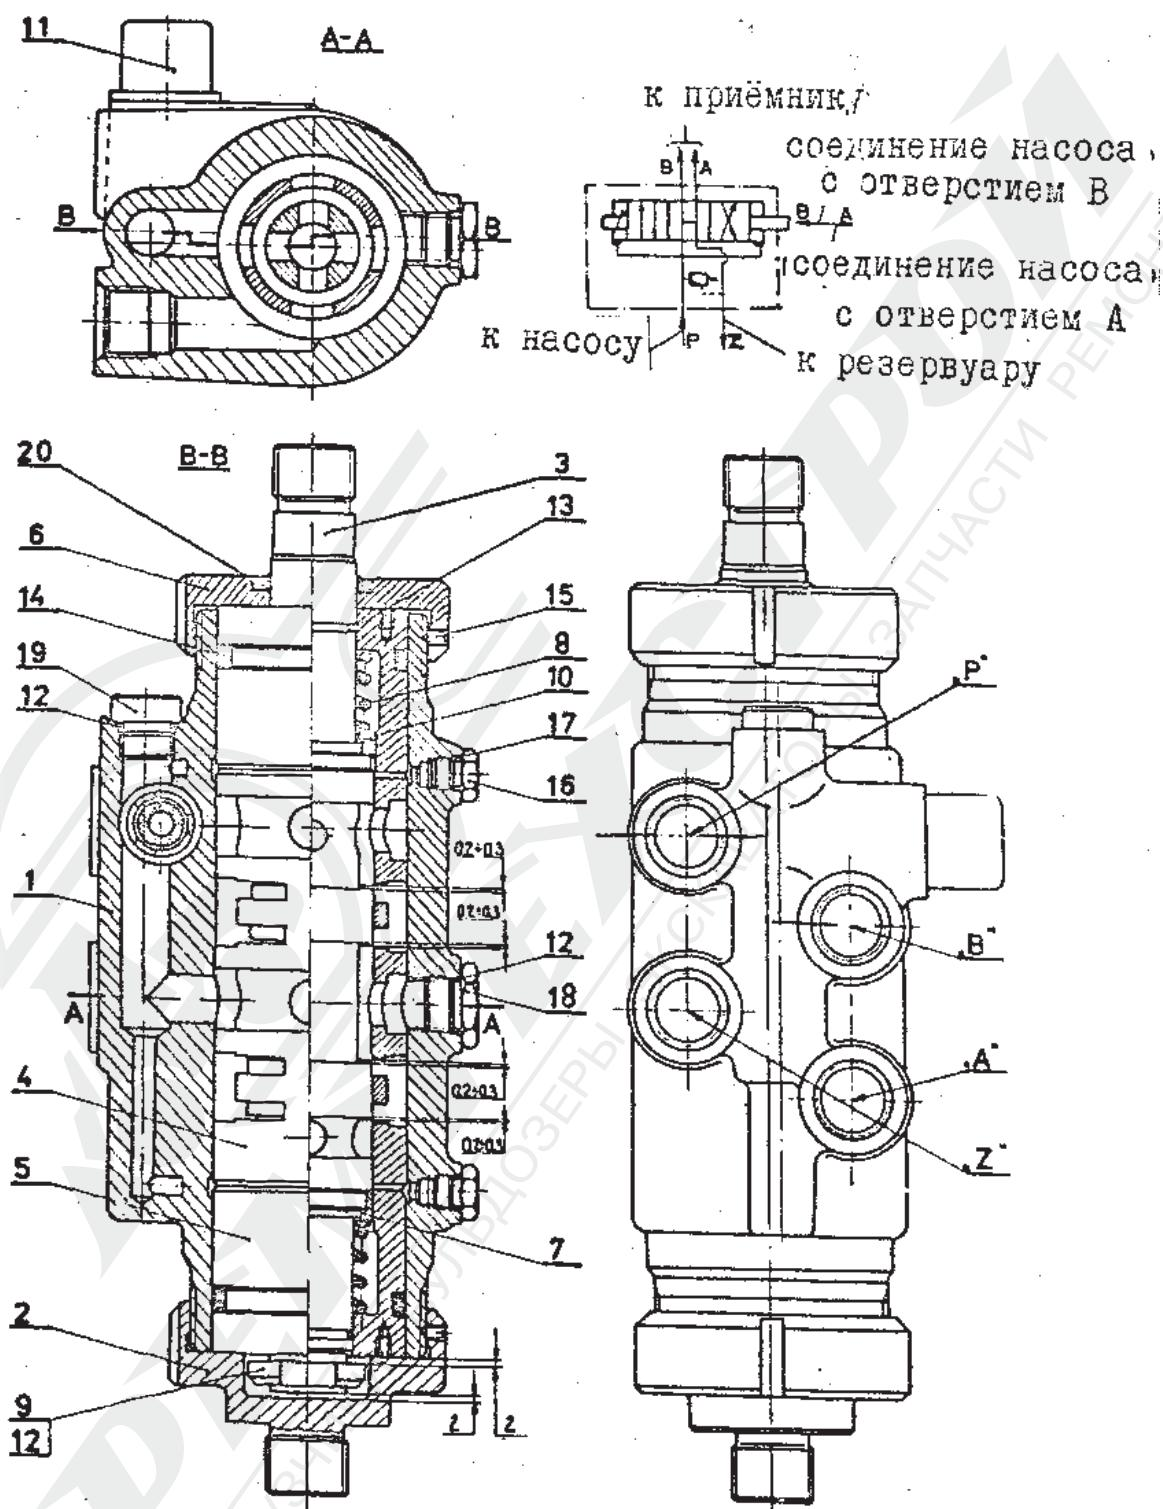

Рис. 1-13. Гидравлический распределитель вспомогательной гидравлической системы Типа RSZ1-20-00
Гидравлический распределитель вспомогательной системы имеет в корпусе предохранительный клапан 11 /рис. 1-13/ установленный на давление 10МПа /100атм/. Предохранительный клапан открывает течение масла с системы на перелив в случае чрезмерного роста давления в системе вызванного полным поворотом машины или поворотом вызванным препятствием на дороге.
1.7.2. Демонтаж, проверка и монтаж распределителя **/рис. 1-13/**